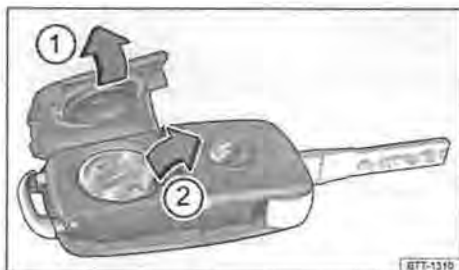

Fig. 45 Sostituzione della batteria a bottone
- Sollevare la copertura → fig. 45 ① → ①.
- Estrarre la batteria a bottone dal suo alloggiamento → fig. 45 ②.
- Introdurre la nuova batteria e premerla all'interno dell'alloggiamento → ①.
- Premere la copertura sulla chiave → fig. 45 ①.